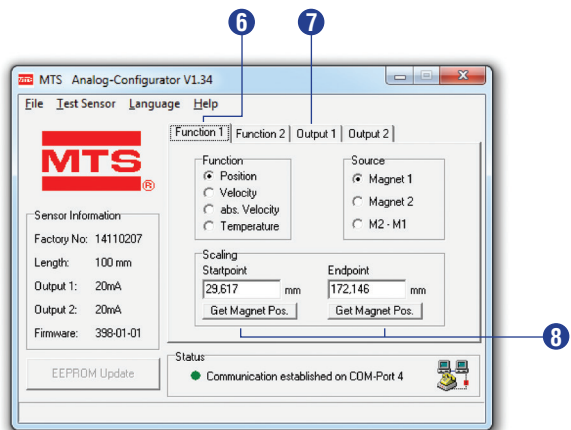
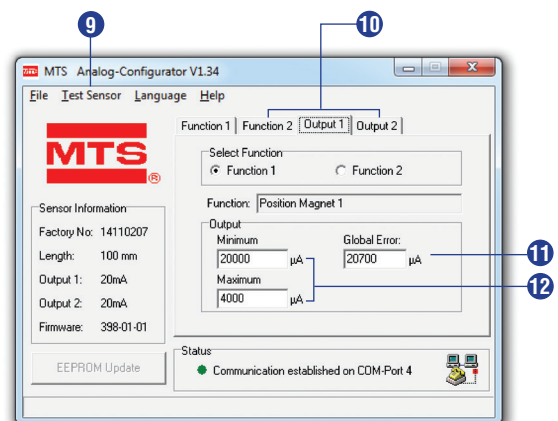

Fig. 32 : Exemple de contrôles d'onglet
Fig. 33 : Exemple de contrôles d'onglet
- ❻ L'onglet **Function 1** permet de déterminer le type de mesure et la **source**. Dans la fig. 32, la mesure de position avec l'aimant **Magnet 1** est sélectionnée. Sous **Scaling**, vous pouvez spécifier les points de début et de fin de l'intervalle de mesure de position.
- ❼ L'onglet **Output 1** permet d'affecter le signal de sortie analogique à une fonction, **Function 1** ou **Function 2**.
- ❽ Si **Position** est sélectionné pour le type de mesure, la position réelle de l'aimant peut être stockée via les boutons **Get Magnet Pos.** (remarque : pour les capteurs à 2 aimants, le stockage de valeur concerne toujours uniquement le premier aimant).
- ❺ Les onglets **Function 2**, **Output 2** et la référence fonctionnelle au 2^e aimant dans le champ **Source** (fig. 32) sont fournis uniquement pour les capteurs disposant de deux sorties analogiques.
- ❻ En l'absence d'aimant de position, ou s'il se situe dans la zone morte du capteur, c.-à-d. en dehors de la plage de mesure, une erreur générale s'affiche dans le champ **Global Error**. La valeur d'erreur peut être réglée dans la plage -0,7...20,7 mA.
- ❼ Le champ **Output Minimum** indique la valeur courante du signal de sortie correspondant normalement au point de début d'intervalle de la fonction sélectionnée. La valeur du signal de sortie correspondant au point de fin d'intervalle doit être spécifiée dans le champ **Output Maximum** (fig. 33).